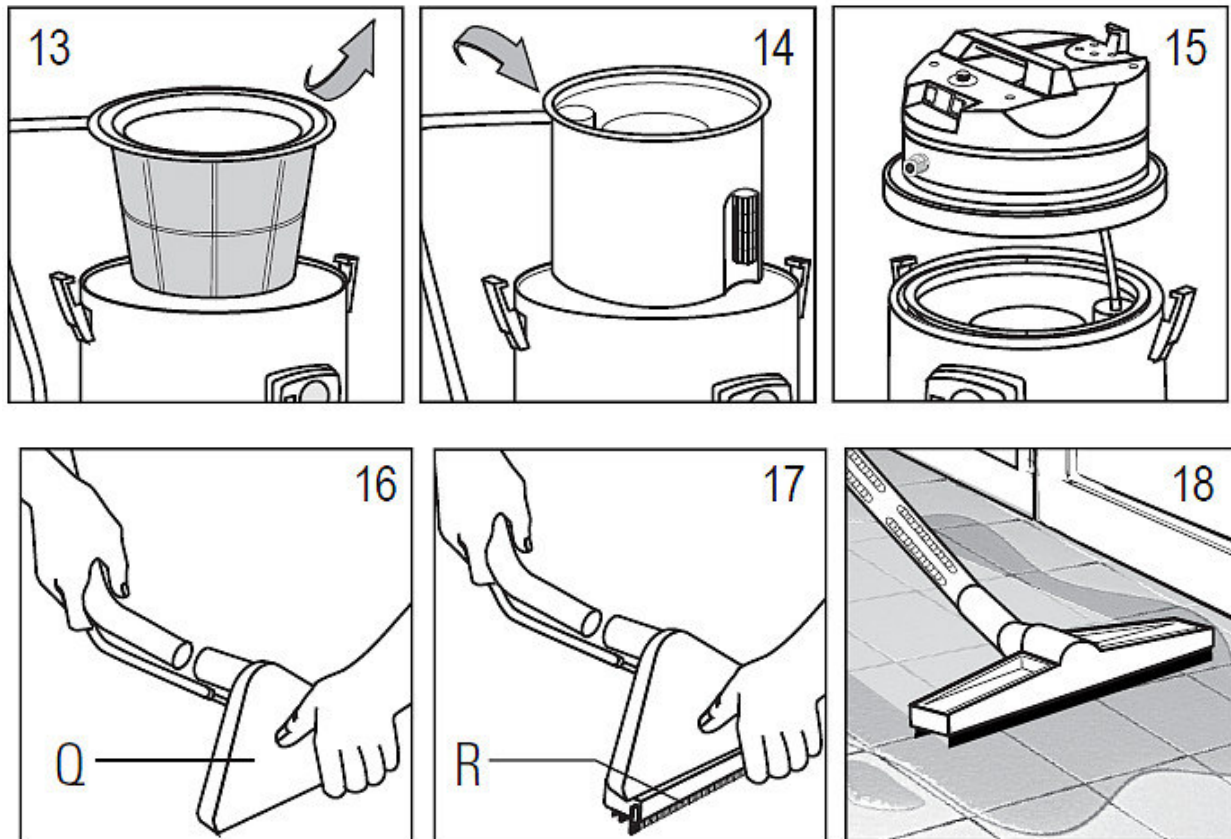

Abb. 16: Flüssigkeiten saugen flexCAT 262 PD
- Füllen Sie Wasser (3,5 Liter) in den Behälter (Bild 16)